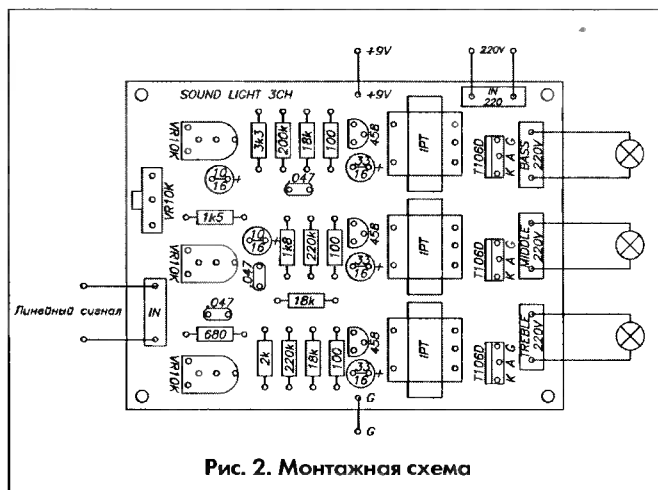

Рис. 2. Монтажная схема
3. Подключите лампы накаливания как показано на рис. 2, при этом максимальная мощность ламп, подключаемых к одному каналу не должна превышать 800 Вт!